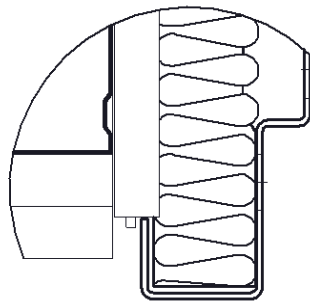
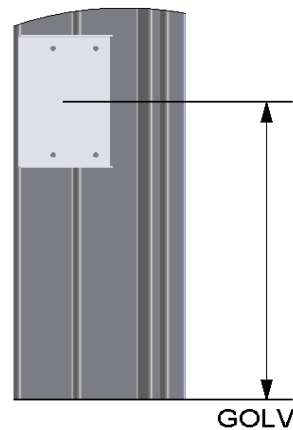

Fig. 3
Fig. 4
- Montageplåt 2st./karm** (Fig. 3 & Fig. 4)